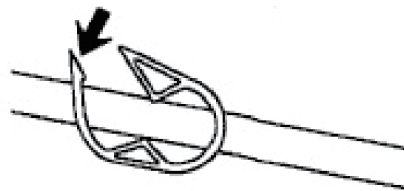

Figure 1-10 : Fermeture de la pince
2. Fermer la pince en pressant ses parties ensemble (Figure 1-10 à la page 12).